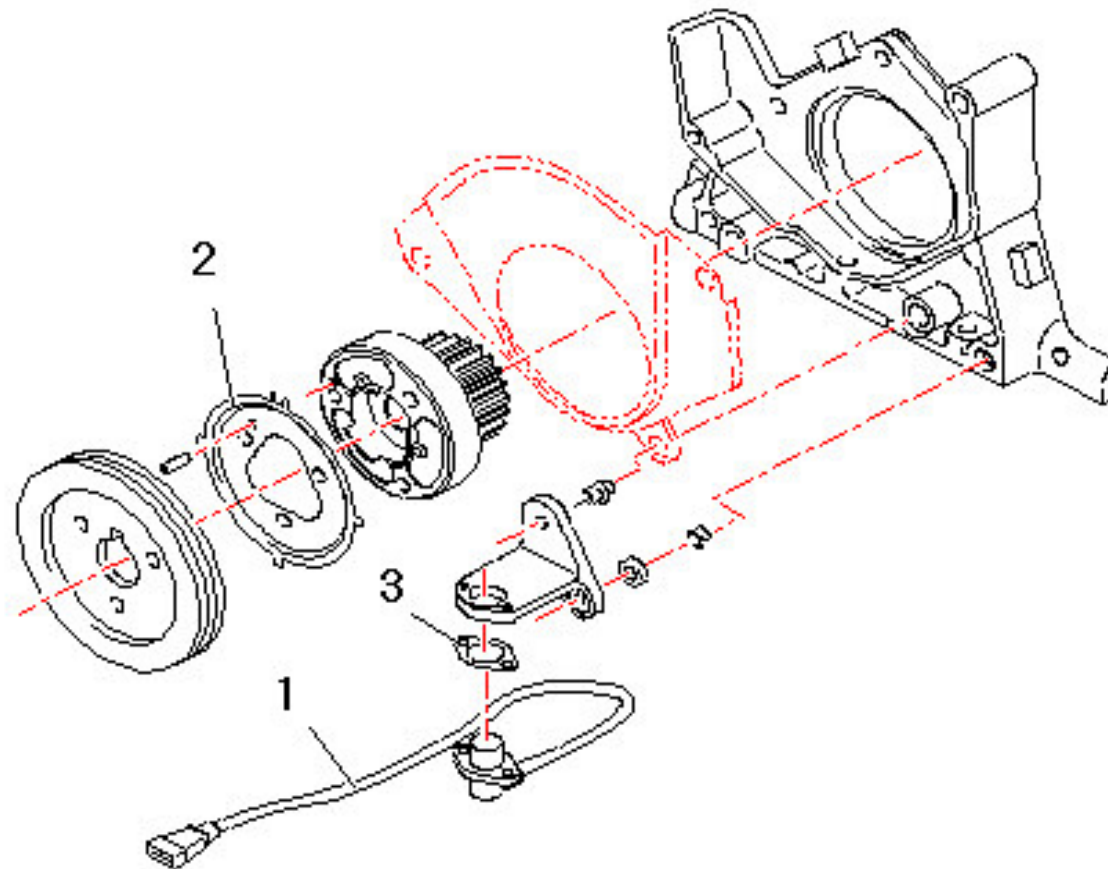

Fig 2
- ▶ *rep 15: smot (capteur régime)(fig2)*
- ☞ *Allumage capteur S MOT : Régler l'entre fer du capteur S mot (rep1 fig2) aux dents de la cible (rep2 fig2) à l'aide des cales (rep3 fig2) de manière à obtenir un jeu de 0,8mm*